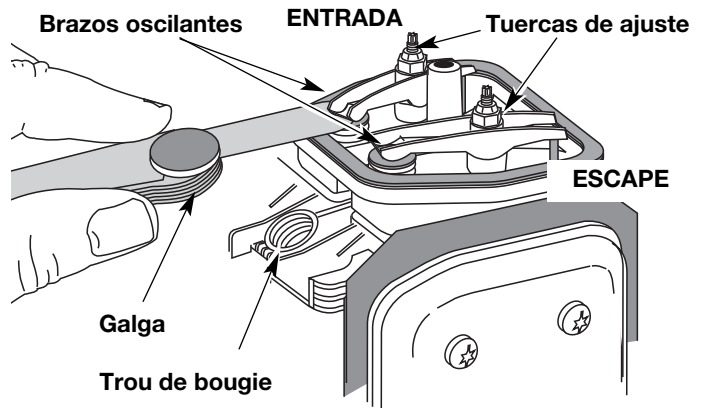

Fig. 36
- El pistón se encuentre en la parte superior de su recorrido mientras mira dentro del orificio de la bujía de encendido (Fig. 36).
12. Deslice la galga entre el brazo oscilante y el resorte de retorno de la válvula. Mida el huelgo entre la válvula y el brazo oscilante (Fig. 36 & 37). Realice esto en las válvulas de entrada y de escape.
El huelgo recomendado para las válvulas de entrada y de escape es 0,076 – 0,152 mm (0,003 – 0,006 pulgadas). Use un calibrador regular de automóvil de 0,127 mm (0,005 pulgadas). El calibrador debe deslizarse entre el balancín y el vástago de la válvula con una ligera cantidad de resistencia, sin doblarse (Fig. 36 y 37).